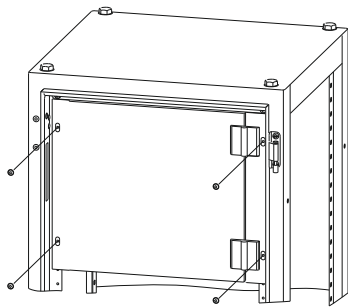

Рисунок 28
18.2 Приложите Панель оперативную поворотную к вертикальным уголкам Рамы под панели ЛГ/ЛМА на нужной высоте и закрепите четырьмя винтами М6х8 (рисунок 28).